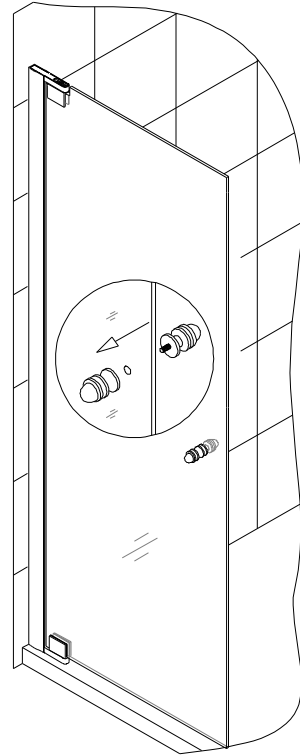

Рис. 7
7. Установите **Ручку (06)** на **Стеклянную дверь (03)**. Рис. 7